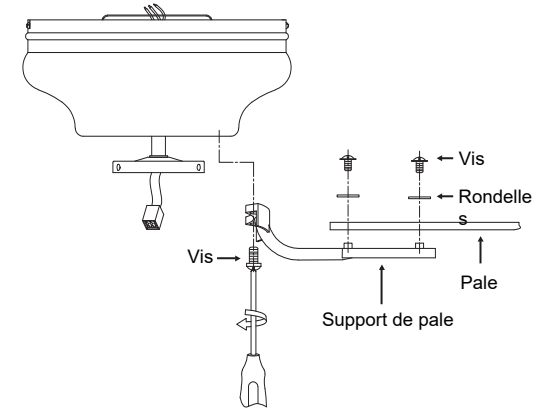

Fig. 10
Étape 1. Fixez une pale au support de pale avec les vis et les rondelles fournies (voir la Fig. 10). Commencez à serrer la vis dans le support. Répétez l'opération pour les deux vis restantes.